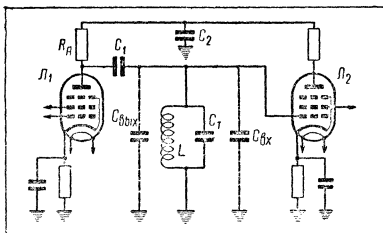

Рис. 1
На рис. 1, 2 и 3 представлены схемы усилительных ступеней, в которых общим элементом является сопротивление анодной нагрузки  $R_A$ . Следует отметить, что величина этого сопротивления влияет на ширину полосы пропускания. Через емкости  $C_1$  и  $C_2$  оно присоединено параллельно контуру  $LC_k$ , шунтируя его; изменением величины  $R_A$  можно изменить полосу пропускания.
В схеме, приведенной на рис. 1, в емкость настройки контура  $C_k$  входят 3 основные составляющие: выходная емкость лампы  $L_1$  и емкость монтажа ( $C_{\text{вых}}$ ); входная емкость лампы  $L_2$  и емкость монтажа ( $C_{\text{вх}}$ ); емкость подстроеного конденсатора  $C_T$ .
Согласно формуле (3) резонансное сопротивление  $Z_a$  контура для схемы рис. 1 равно
Коэффициент усиления ступени для схемы (рис. 1) будет равен: